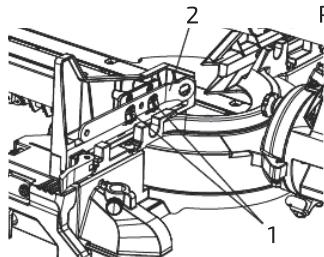

Рис. 9
Для удобства хранения и предотвращения потери гаечного ключа диска (2), когда он не используется, в задней части выдвижного упора предусмотрен специальный отсек (1) (рис. 9).